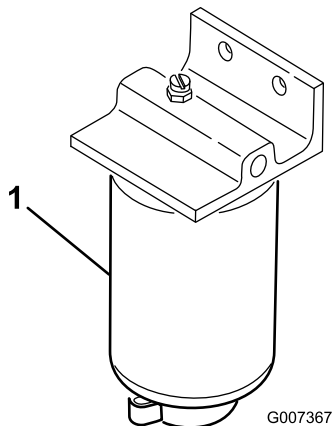

Figura 41
2. Limpie la zona de montaje del cartucho del filtro (Figura 41).
4. Abra el tapón de vaciado y la válvula de alivio del filtro (Figura 41).